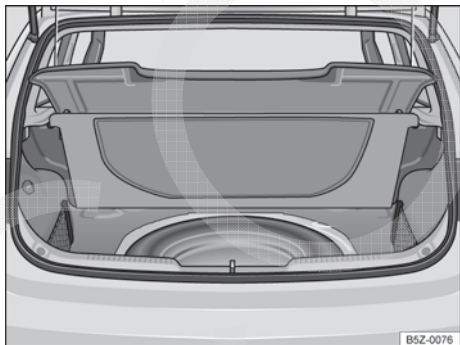

Fig. 159 No compartimento de bagagem embaixo do revestimento do assoalho: roda de emergência e ferramentas de bordo.
As ferramentas de bordo e a roda de emergência estão localizadas no compartimento de bagagem embaixo do revestimento do assoalho ⇒ Fig. 159.
- Levantar o revestimento do compartimento de bagagem ⇒ Fig. 159.